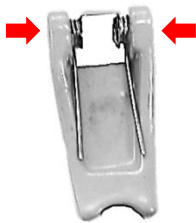

Abb. 3: Positionierung der Feder
4. Spannen Sie die Feder zwischen die Bohrungen der Sicherungsklappe, die Federbeine müssen im Sicherungsklappengrund aufliegen (siehe Abb. 3).